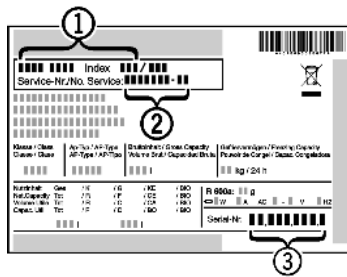

Fig. 18
▶ Прочетете от идентификационната табелка описанието на уреда Fig. 18 (1), сервисния № Fig. 18 (2) и серийния № Fig. 18 (3). Идентификационната табелка се намира на лявата вътрешна стена на уреда.
- ▶ Обадете се на сервисната служба и посочете неизправността, описанието на уреда Fig. 18 (1), сервисния № Fig. 18 (2) и серийния № Fig. 18 (3).